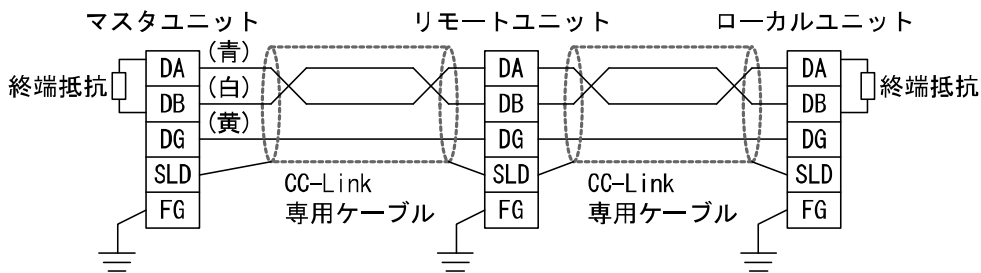

図 2
- (2) CC-Link システムの両端のユニットには、必ず“DA”-“DB”間に終端抵抗を接続してください。(図 2 参照)